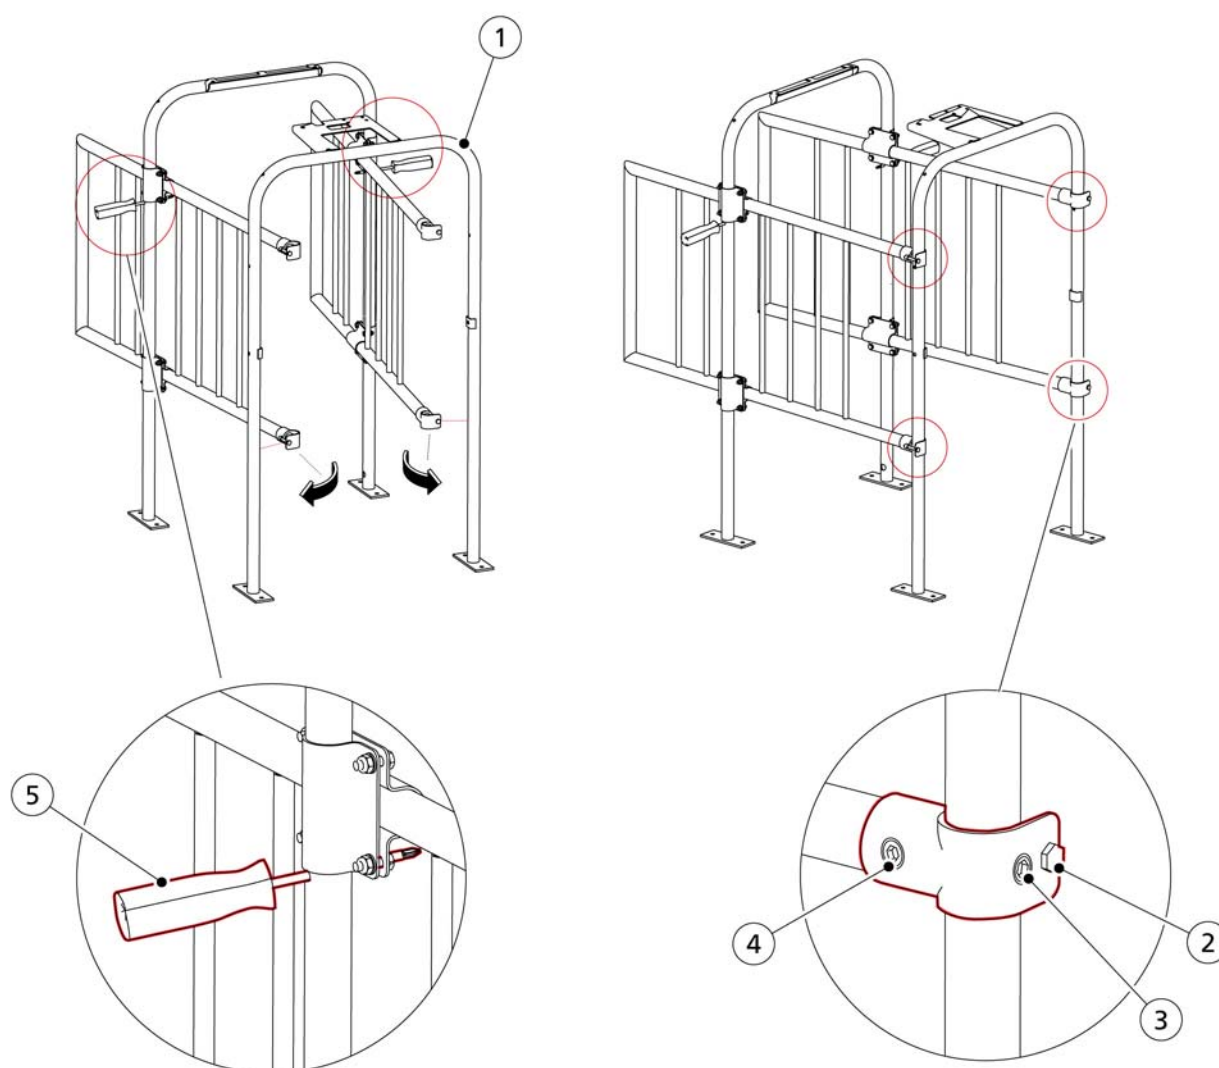
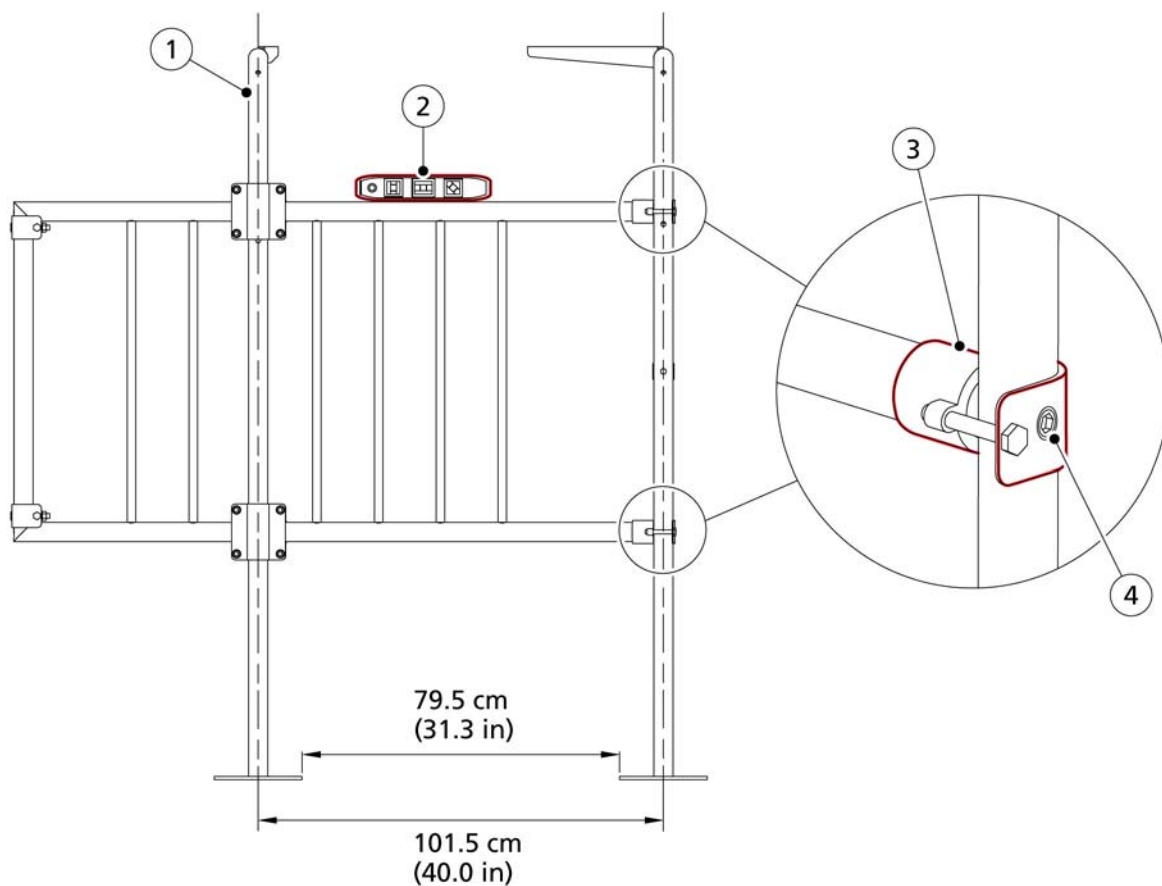

Figure 17. Piirete tõstmine ja tagumise värava paigaldamine
Figure 18. Külgpiirete loodimine
1. Veenduge, et eesmise ja tagumise värava vahekaugus on 101,5 cm, vajadusel nihutage eesmist väravat (1, fig. 17, page 5-7).
2. Veenduge, et külgsiirded on loodis (2), vajadusel nihutage T-klambreid (3) üles- või allapoole.
3. Veenduge, et mõlema külgsiirde esiküljed ja vastaskandurid (1, fig. 18, page 5-8) asetsevad ühel joonel (A = B).
4. Kinnitage eesmise värava nelja kanduri (1) poldid ja mutrid.
5. Kinnitage nelja T-klambri (4, fig. 17, page 5-7) poldid 8 mm pesapeavõtme abil.